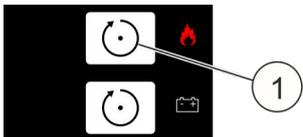

Fig. 20: Botón [Reset]
30. ▶ Restablecer la alarma con el botón superior [Reset] (Fig. 20/1).